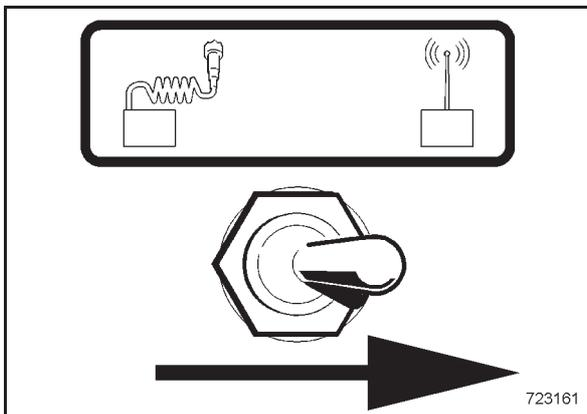

Bild 32
- Soll die Maschine im Funkbetrieb gefahren werden, Kippschalter (Bild 32) nach rechts umlegen.